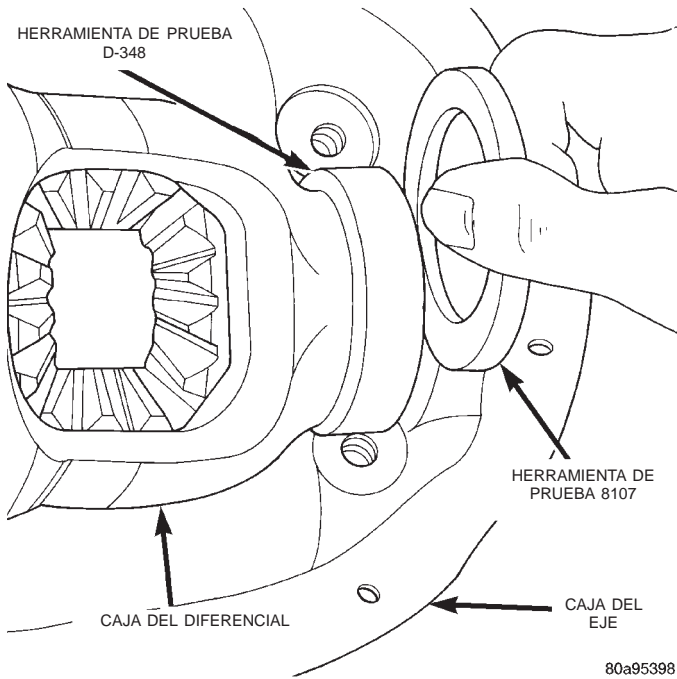
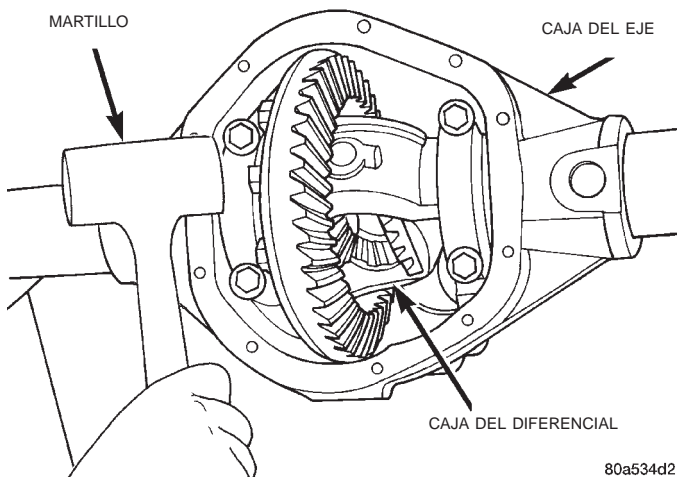
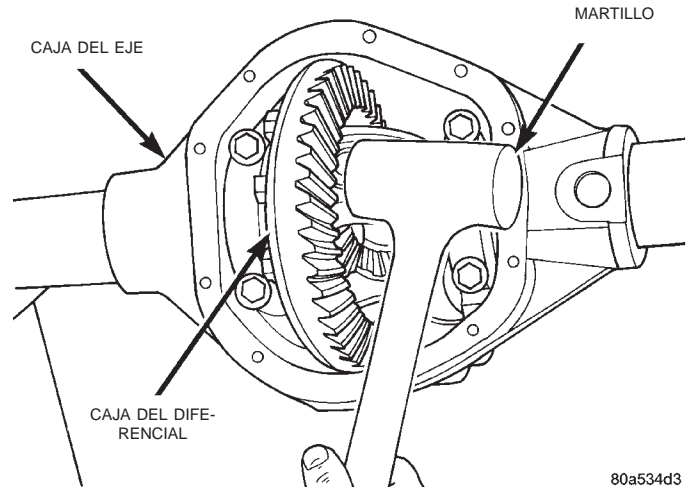

Fig. 83 Inserte los espaciadores de partida
Fig. 84 Calce del cojinete lateral de prueba del lado del piñón satélite
Fig. 85 Calce del cojinete lateral de prueba del lado de la corona
- (1) Retire los cojinetes laterales de la caja del diferencial.
- (2) Instale la corona, si es necesario, en la caja del diferencial y apriete los pernos según las especificaciones.
- (3) Instale los cojinetes laterales de prueba D-348 en la caja del diferencial.
- (4) Instale la caja del diferencial en la caja del eje.
- (5) Inserte los espaciadores de partida de los espaciadores de prueba 8107 (3,0 mm (0,118 pulg.)) entre el cojinete de prueba y la caja del eje (Fig. 83).
- (6) Instale las tapas de cojinete marcadas en su posición correcta. Instale y ajuste sin holgura los pernos.
- (7) Utilizando un martillo con golpe seco, asiente los cojinetes de prueba del diferencial a cada lado de la caja del eje (Fig. 84) y (Fig. 85).